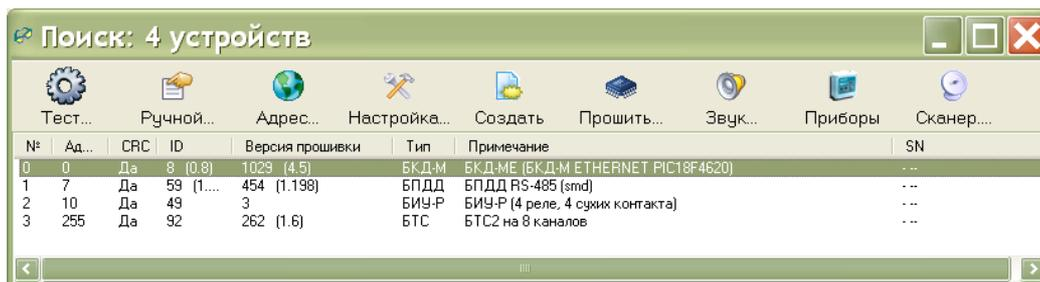

Рисунок 19
6) После завершения процедуры поиска в окне «Поиск» выбрать строку с БКД-МЕ и нажать кнопку «Прошить» (рисунок 19).
Блоки БКД-МЕ выпускаются в нескольких аппаратных модификациях. Вид аппаратной модификации и программной версии определяется по полям «ID» и «Версия прошивки» в окне поиска (рисунок 19). Основные аппаратные разновидности разделяются по старшему байту «Версии прошивки». В настоящее время используются блоки БКД-МЕ аппаратной версии 4 и 5. Эти версии несовместимы между собой по работе с интерфейсом «ETHERNET». Поэтому в случае «зашивки» в версию 4 обновления версии 5 (или в версию 5 обновления 4) интерфейс ETHERNET перестанет работать, что приведет к невозможности обновления программного обеспечения через сеть. Проблема загрузки пользователем неправильного обновления решена только начиная с версий 4.7 (или 5.7) – эта версия поддерживает обновление по последовательному интерфейсу. Отличия программных версий приведены в таблице 10.